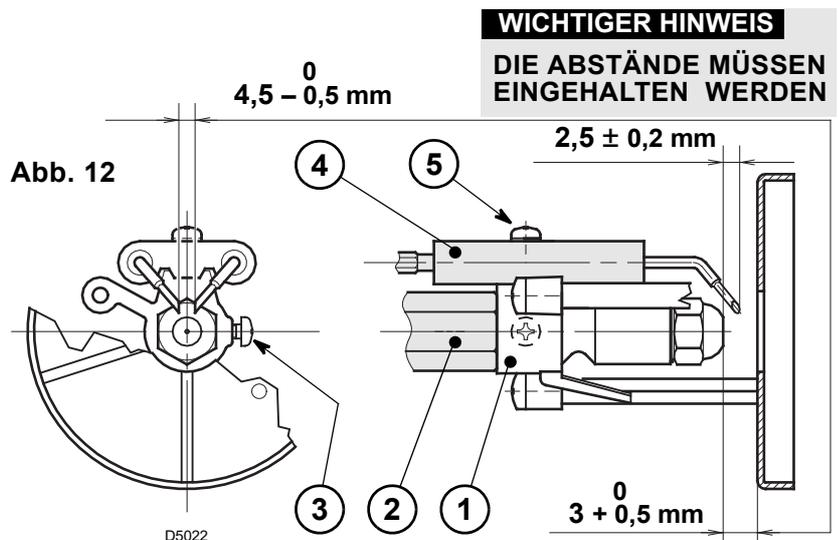

Abb. 12
- Den Brenner an den Flansch (1) hängen, das Brennerrohr (2) abnehmen, nachdem man vorher die Schrauben (3) gelockert hat.
- Die Zündkabel (4) von den Elektroden abziehen, den Stauscheibenhalter (5) vom Düsenstock herausnehmen, nachdem die Befestigungsschraube (3, Abb. 12, Seite 7) gelockert wurde.
- Die Düse (6) richtig anschrauben, wie in der Abbildung dargestellt.
- Den Düsenstock (1) herausnehmen, nachdem vorher die Schrauben (2) gelockert, die Mutter (3) gelöst, die Zündkabel (4) vom Steuergerät, der Flammefühler (6) und die Steckdose (10) abgenommen wurden.
- Die Zündkabel (4) von den Elektroden abnehmen, den Stauscheibenhalter (11) vom Düsenstock (1) herausnehmen, nachdem die Schraube (3, Abb. 12) gelockert wurde.
- Die Düse (12) richtig anschrauben, wie abgebildet.
4.3 ELEKTRODENEINSTELLUNG (siehe Abb. 12)
- Öldüse austauschen (siehe Abb. 10, Seite 6) und die korrekte Stellung der Elektroden überprüfen (Abb. 12, Seite 7).